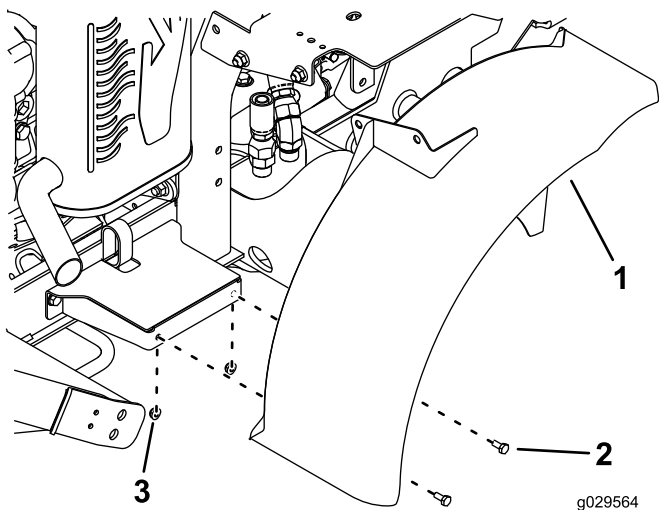

Bild 7
11. Befestigen Sie die Seite des rechten Kotflügels lose mit zwei Schrauben (1/4" x 5/8") und 2 Muttern (1/4") an der Kotflügelbefestigung, wie in Bild Bild 7 gezeigt.
12. Befestigen Sie die Halterung oben am Kotflügel lose mit zwei Schrauben (3/8" x 3/4") und 2 Bundmuttern (3/8") an der Kraftstofftankhalterung, wie in Bild Bild 7 gezeigt.